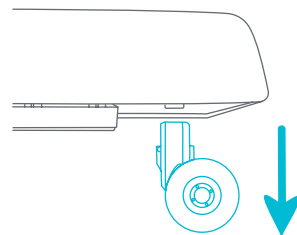

Fig. 13
- 13 • **REMOCIÓN:** Saque las ruedas delanteras y traseras de la base (Fig. 13).